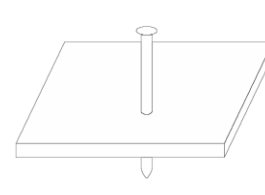

Рис. 2.4
- Если дюбель входит в основание слишком легко и глубоко – материал слишком мягкий. Это приведет к сквозному прострелу, что приведет к серьезным травмам или смерти с другой стороны (Рисунок 2.4).